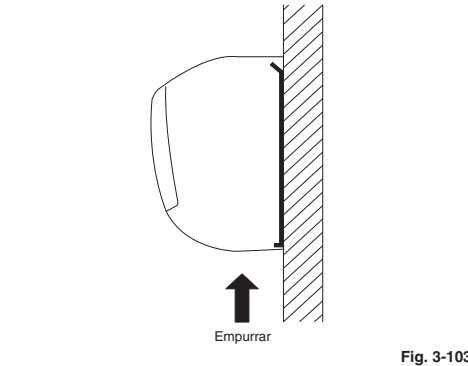

Fig. 3-103
- Pressione as 2 marcas Δ na parte inferior da unidade interior e liberte as linguetas. Em seguida, levante a unidade interior e desmonte. (Fig. 3-103)